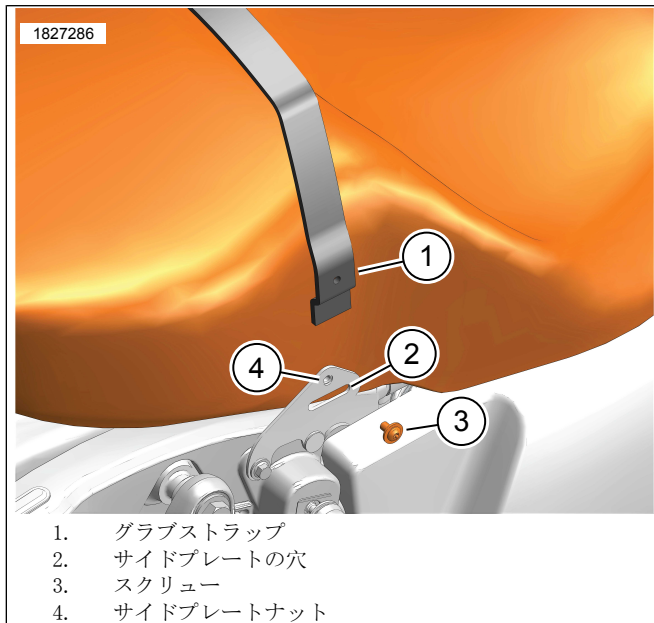

図4。シートグラブストラップの取り付け
2. キット52000638、52000640: 図4を参照してください。新品のグラブストラップを取り付けます。